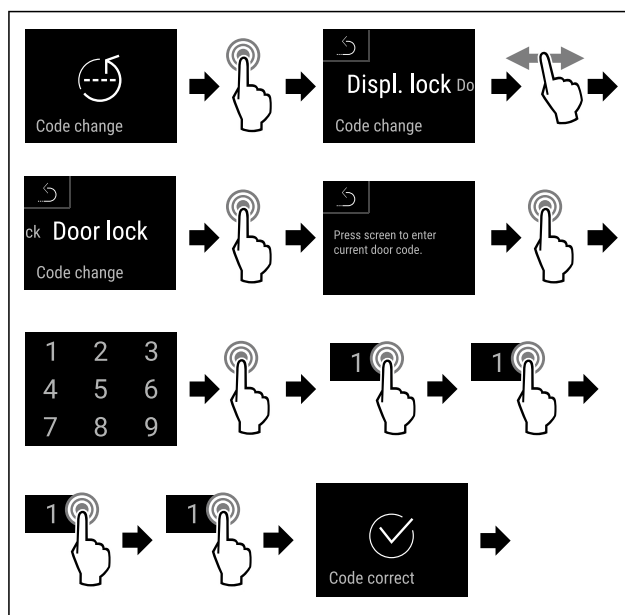

Fig. 81
- Provedte akční kroky (viz Fig. 81).